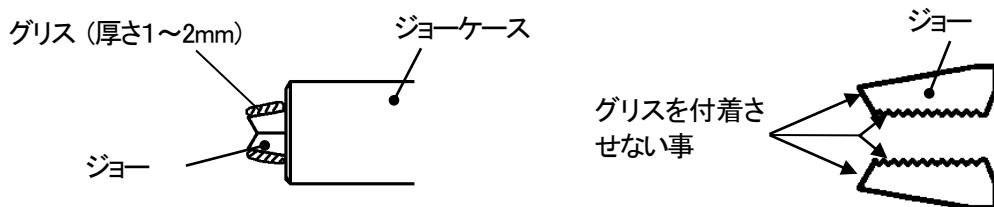

図 7-4
- ⑥ジョーケースにジョーを組み付けてください。グリスをジョーケースより突き出したジョーのテープ面にも同様に塗布してください。(図 7-4)